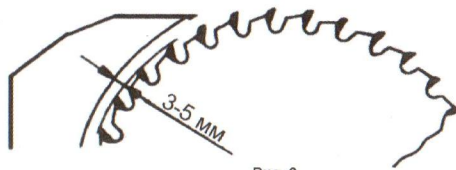

Рис. 6
- Установите расклинивающий нож так, чтобы промежуток между пильным диском и расклинивающим ножом был не менее 3 - 5 мм (См. Рис.6).